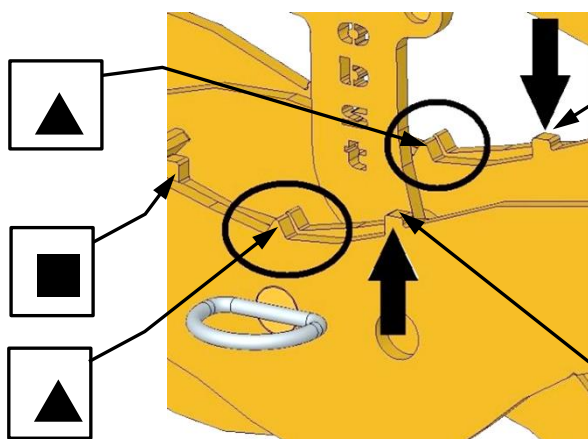
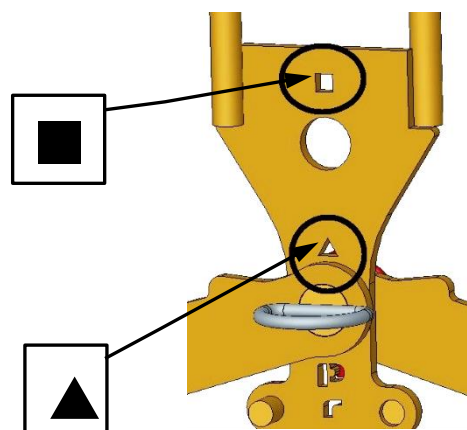

Abb. 2
Abb. 3
- Nachdem der Greifbereich eingestellt wurde, muss das Gerät wieder mit dem Steckbolzen mit Klappsplint (8) bzw. mit Steckbolzen (6) gesichert werden.
- Für diesen Greifbereich müssen die Viereck ■-Kennzeichnungen an den Greifarmen (in der Mitte des Gerätes) **deckungsgleich** sein (Abb. 2) und am Verriegelungshaken (2) muss die Viereck ■-Kennzeichnung über dem Steckbolzen mit Klappsplint (8) positioniert werden (Abb. 3).
- Um die Greifbereichseinstellung vorzunehmen, wird der Steckbolzen (6) sowie der Steckbolzen mit Klappsplint (8) entfernt.